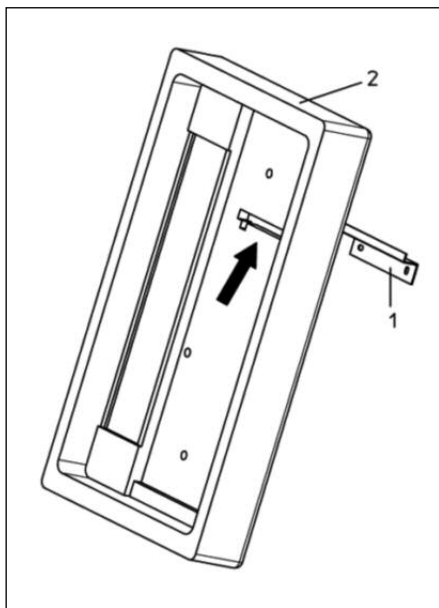

Fig. 11: Partie arrière de la coquille d'isolation, équerre murale
3. Placer à l'arrière l'équerre murale (1) jointe à la livraison sur la partie arrière (2) de l'isolation (flèche) et l'enclencher.
11. Choisir 4 perçages (flèches fig. 11) pour la fixation du groupe de robinetterie et les marquer sur le mur.
14. Suspendre le groupe de robinetterie (3) à l'équerre murale et le monter sur le mur à l'aide des vis M 8 x 100 et des rondelles livrées avec.